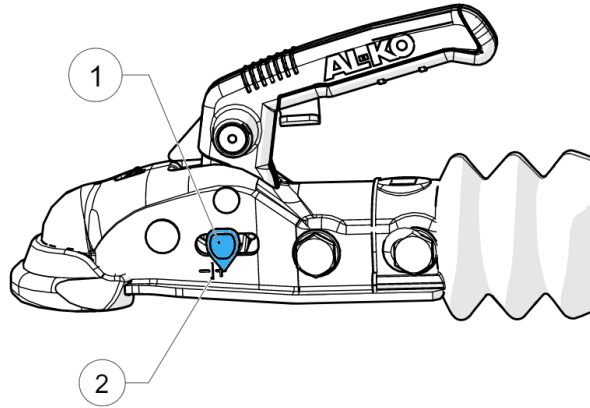

Figure 23 - Témoin d'usure de l'attelage de remorque
10. Vérifier que l'indicateur d'usure (1, Figure 23) est sur le côté positif du repère de limite (2, Figure 23).